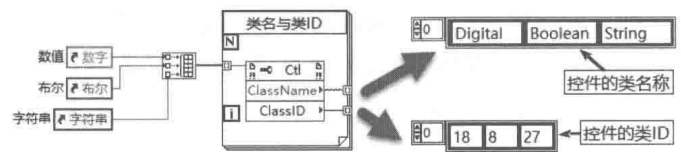

图 6-3 类 ID 和类名
- ◆ 类 ID 与类名：LabVIEW 内部对每种“控件类”都提供一个识别号，用来区分不同类型的控件类。这个识别号称为类 ID (ClassID)。类 ID 既可以用数值来区分，也可以用字符串区分。每一个类 ID，对应一个唯一的字符串（称为类名，ClassName），如图 6-3 所示。